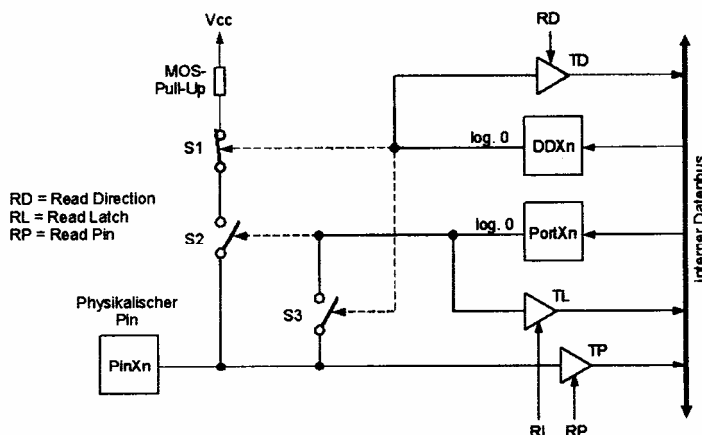

Abb. 10.1: Prinzipieller Aufbau eines I/O-Pins
Abb. 10.1 zeigt exemplarisch für einen Pin das Schema, nach dem die AVR-Ports aufgebaut sind. Das »X« in der Bezeichnung des Pins, des Datenrichtungs- und des Port-Registers steht als Platzhalter für die Bezeichnung des Ports, also »A«, »B«, »C« oder »D«. Die Nummer 0 ... 7 des Bits innerhalb des Registers wird durch »n« repräsentiert.
1. Im Datenrichtungsregister (DDX in Abb. 10.1) wird für den Port festgelegt, ob es sich um einen Eingangs- oder einen Ausgangs-Pin handeln soll.
2. In das eigentliche Port-Register (PortX in Abb. 10.1) wird im Falle eines Ausgangs der auszugebende Wert eingeschrieben. Im Falle eines Eingangs kann über das Port-Register der Schalter S2 geschlossen und somit ein Pull-Up-Widerstand an den Eingangs-Pin geschaltet werden.